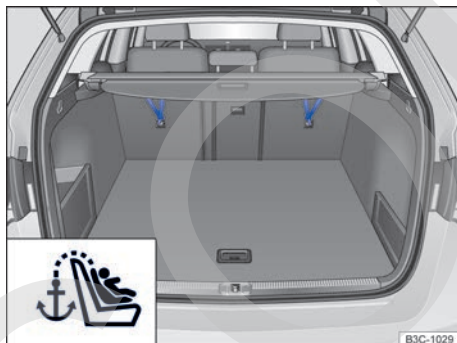

Fig. 30 En el maletero: cinturones de fijación superiores enganchados (Variant).
- *Variant:* guíe el cinturón de fijación superior del asiento para niños hacia atrás, en dirección al maletero, y engánchelo en la argolla de sujeción correspondiente marcada como Top Tether → fig. 30.